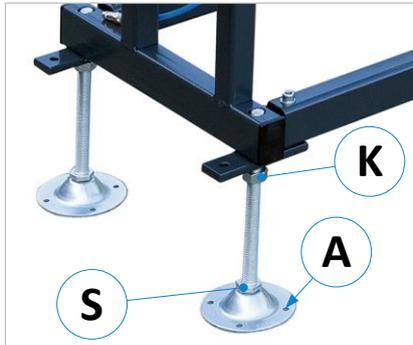

Abbildung 4: Stellfüße zur Nivellierung
Wenn alle Teile der Rollenbahn zusammengebaut und exakt zur Maschine ausgerichtet sind, verankern Sie die Rollenbahn über die vier Bohrungen (A) in den Fußplatten mit Schwerlastdübeln im Boden (⇒ Abbildung 4).